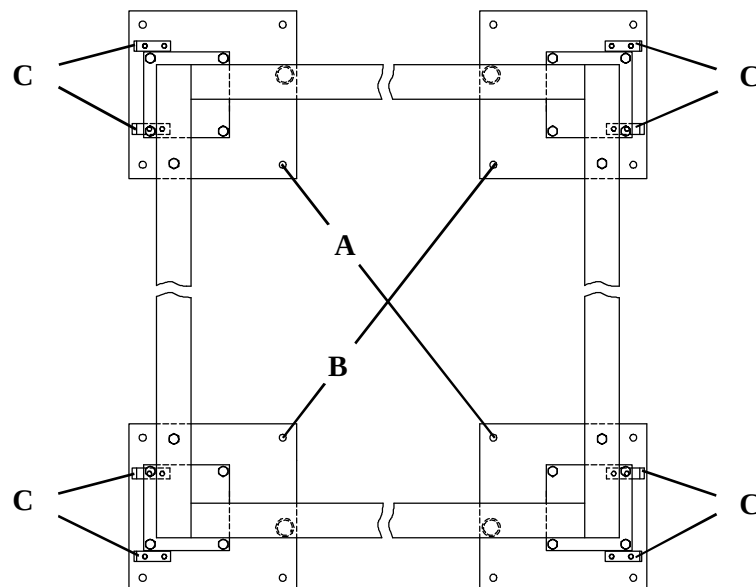

fig. 9
-Place the holding down bases (**fig. 9/A,B**) on the floor where the machine is to be installed. The holding down bases are equal two against two and are matched in **X** form. To determine each of the four bases position, take as a reference the tilt guards supports (**fig. 9/C**).
-Posicionar las bases de anclaje (**fig. 9/A,B**) sobre el emplazamiento de la máquina. Las bases de anclaje son iguales dos a dos y van emparejadas en forma de **X**. Para determinar la posición de cada una de las cuatro bases, tomar como referencia los soportes de las tapas protectoras del basculante (**fig. 9/C**).
-Placer les bases de scellement (**fig. 9/A,B**) sur l'emplacement de la machine. Les bases de scellement sont égales deux à deux et sont assorties en forme de **X**. Pour déterminer la position de chacune des quatre bases, prendre comme référence les supports des protecteurs du basculant (**fig. 9/C**).